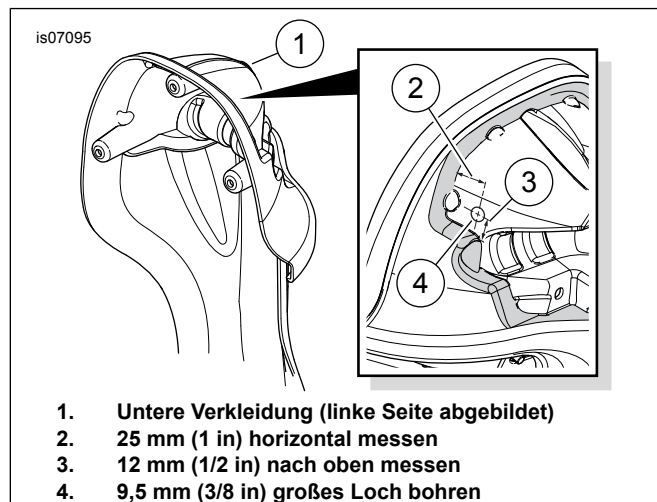

Abbildung 4. Loch für Lautsprecherkabel in untere Verkleidung bohren
- a. Das Handschuhfach, die Klappe und das Halteseil (F) aus der unteren Verkleidung (E) gemäß den Anweisungen zum Zerlegen im Werkstatthandbuch ausbauen. Die Schrauben (J) aufbewahren.
- b. Die Entlüftungsklappe (H) aus dem Handschuhfach ausbauen, die Anordnung und Ausrichtung der Befestigungsteile notieren.
- c. Die Entlüftungsklappe auf dem **neuen** Lautsprechergehäuse (4) aus **diesem** Satz mit den soeben ausgebauten Befestigungsteilen in derselben Anordnung und Ausrichtung einbauen. Die Sicherungsmutter (I) gemäß den Anweisungen im Werkstatthandbuch festziehen.
2. Das Lautsprechergehäuse mit den drei in Schritt 1a entfernten Schrauben (J) an der unteren Verkleidung sichern. Die Schrauben auf ein Drehmoment von 2,3–2,8 N·m (20–25 in-lbs) anziehen.
3. Siehe Abbildung 4. Im oberen Teil der Verkleidung (1) ungefähr 25 mm (1.0 in) horizontal (2) und 12 mm (0.5 in) vertikal (3) vom Passflansch der unteren Verkleidungskappe (schattierte Fläche) messen und ein Loch mit 9,5 mm (3/8 in) Durchmesser (4) in die Innenwand des Handschuhfachs und Lautsprechergehäuses bohren. Siehe Abbildung 10. Eine Tülle (8) in das Loch in der Handschuhfachwand bohren.
4. Von der Innenseite die abgeschlossenen Kabel eines Lautsprecherkabelbaums der unteren Verkleidung (6) durch die große Öffnung in der Stirnseite des Lautsprechergehäuses und durch die Tülle in der Handschuhfachwand verlegen.